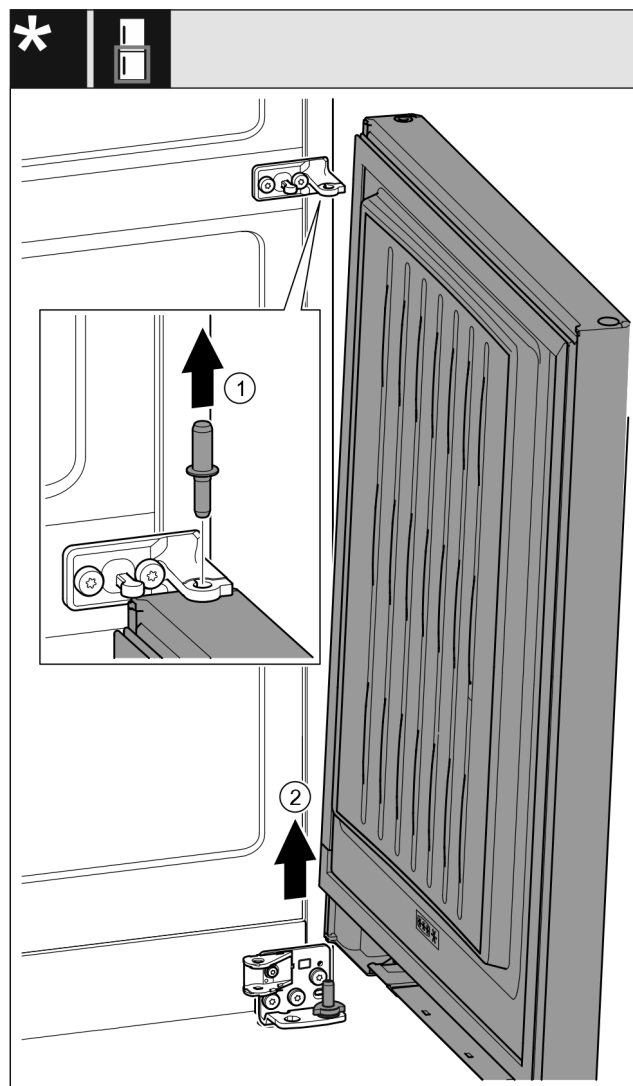

Fig. 23 *
- ▶ Τραβήξτε έξω τον πείρο προς τα επάνω. Fig. 23 (1)*
- ▶ Ανοίξτε την πόρτα, τραβήξτε τη προς τα επάνω και παραμερίστε τη στην άκρη. Fig. 23 (2)*